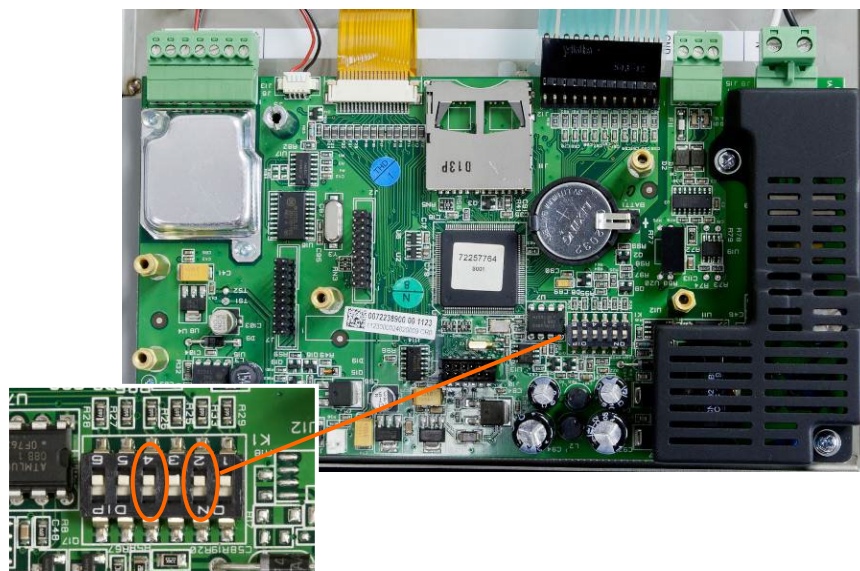

Figura 5-10: Interruptores SW1-2 y SW1-4
2. Coloque el interruptor SW1-2 en la posición de encendido como se muestra en la Figura 5-10.
- La posición del SW1-4 (indicada en la Figura 5-10) determina si los datos EEPROM metrológicamente significativos para calibración de la báscula se restablecen cuando se ejecuta un reinicio maestro. El SW1-4 debe colocarse en "ON" para restablecer los datos EEPROM. Si el SW1-4 está apagado, los datos EEPROM **no** serán afectados por el reinicio maestro y la calibración inicial persistirá.